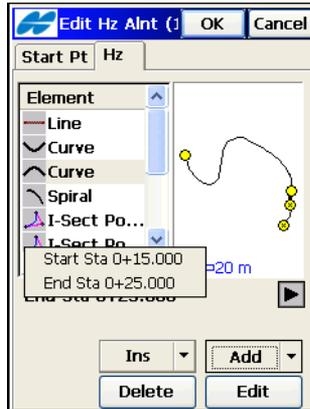

Abbildung 7-7. Informationen zu Anfangs- und Endstationierung eines Elements
- Zum Hinzufügen von Elementen der Trassenführung (Abbildung 7-7 auf Seite 7-7) tippen Sie auf **Neu** und wählen ein Element aus dem Kontextmenü: *Linie*, *Kurve*, *Klothoide* oder *Schnittpunkt*.
3. Tippen Sie auf **OK**, um das Element zu speichern. Das Fenster **Edit Achsen** erscheint (Abbildung 7-7 auf Seite 7-7).
3. Tippen Sie auf **OK**, um das Element zu speichern. Das Fenster *Edit Achsen* erscheint (Abbildung 7-7 auf Seite 7-7).
1. Um eine Klothoide hinzuzufügen, wählen Sie auf dem Register *Horizontal* im Fenster *Edit Achse* den Befehl *Klothoide* in einem der Kontextmenüs **Einfügen** oder **Neu** (Abbildung 7-7 auf Seite 7-7). Das Fenster *Klothoide* erscheint.